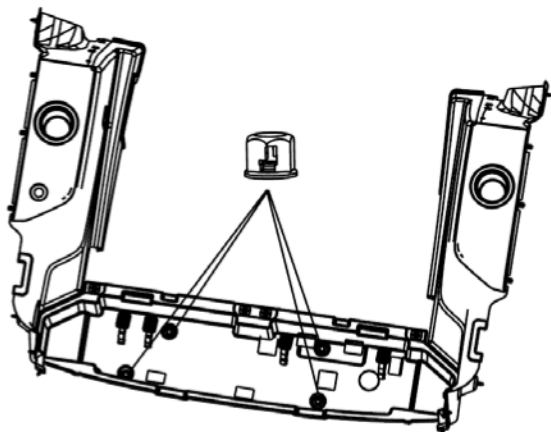

图 2-2-1 行李箱工具盒总成拆卸示意图
- 1、如上图 2-2-1 所示，逆时针旋转拆下四个螺母型塑料卡扣 BYDQ834A0611（直接拔会造成卡扣破坏），向上抬就可以将行李箱工具盒总成与行李箱前盖板总成一起从车身上拆下。